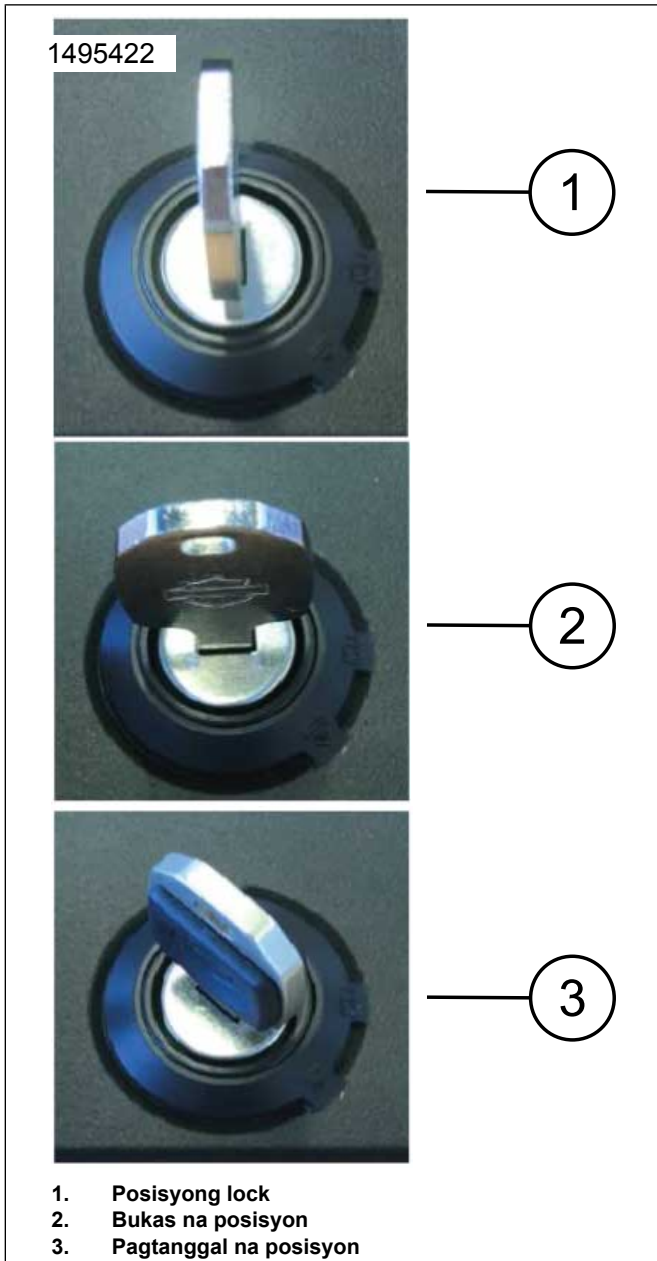

Figure 11. Mga Lock na Posisyon (karaniwan)
8. Figure 11 Kapag nakabit na ang lockset, maaaring tanggalin ang susi sa posisyon 1 o 2.